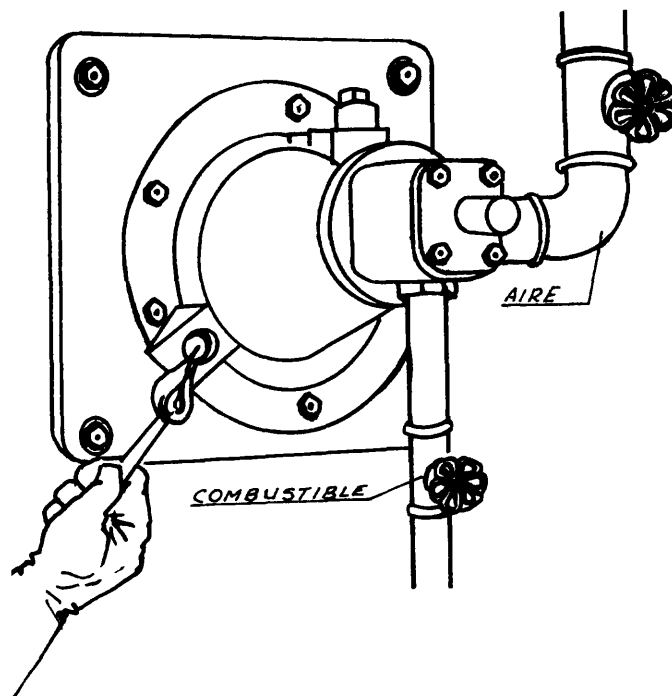

Fig. 1
- ___ b Encienda la antorcha y colóquela en el orificio de encendido (fig. 1).